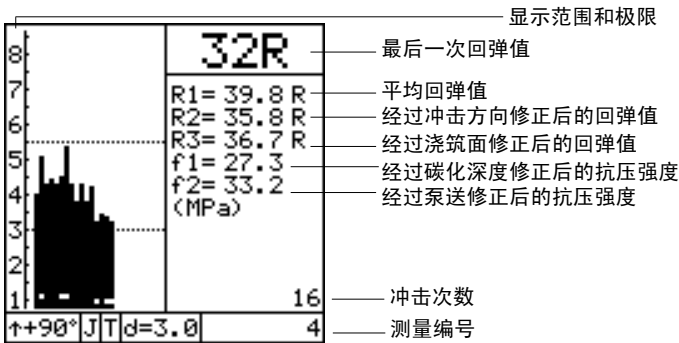

图 4-5
- 中国标准（JGJ/T23-2011） - 当选择此项时，回弹值的计算符合标准JGJ/T 23-2011。该标准规定必须显示16次回弹值。不管选择什么冲击角度，此时显示屏上的回弹值都已经过修正。主机显示的值与回弹值是一致的。最终得出的回弹值是根据标准来计算的。此项适用于中国用户。如图4-5所示。